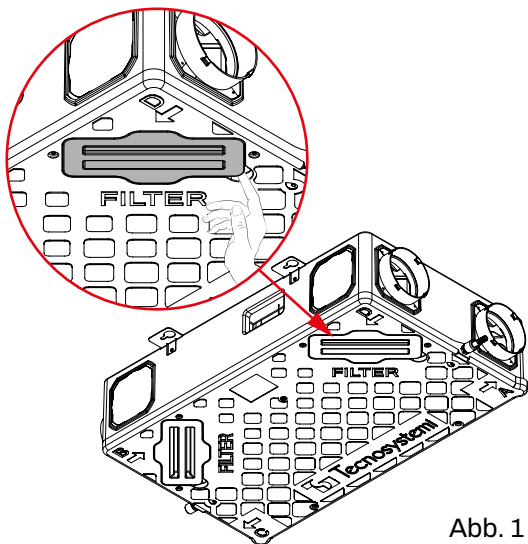

Abb. 1
1. Entfernen Sie die Schutzabdeckungen der Filter (Abb. 1).